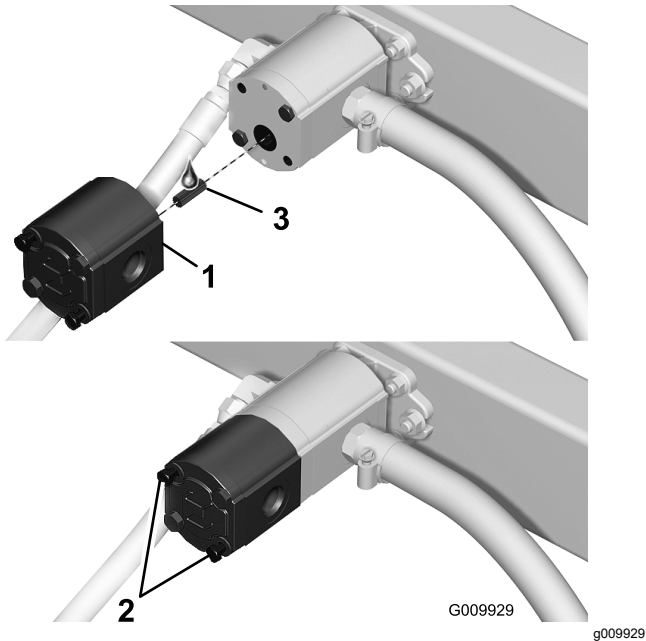

Figure 6
4. À l'aide de 2 grands boulons, fixez la pompe grand débit sur la pompe existante (Figure 6).